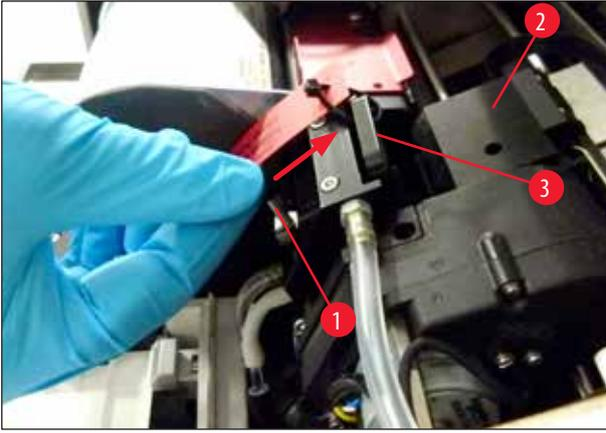

图 30
4. 打印头(→"图 30-2")向上移动到距离密封缘(→"图 30")大约1cm的位置。